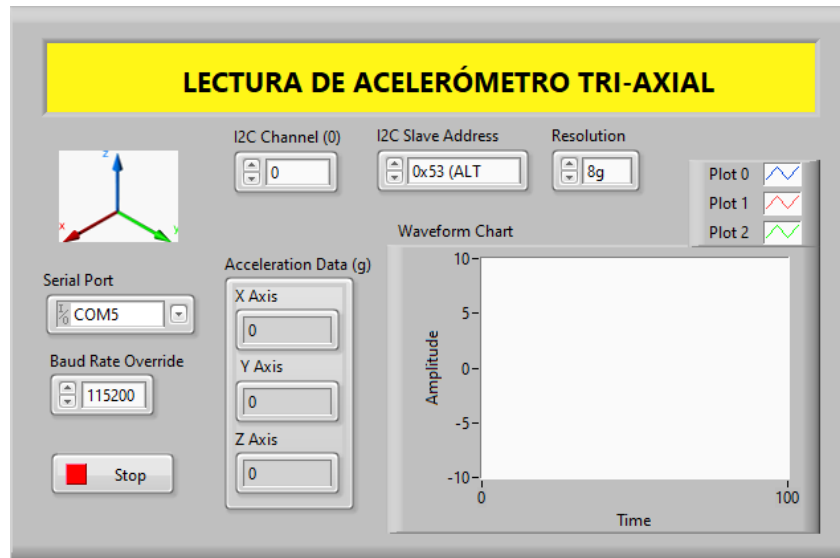

Figura 4.13. Ejemplo de interfaz en LabVIEW para lectura de las señales entregadas por el acelerómetro
- Diseñe una interfaz en *LabVIEW* que permita comunicarse con la placa *Arduino UNO* o *MEGA* usando las librerías *LINX*. En ella se debe visualizar la magnitud de la aceleración en los ejes X, Y y Z sensados por el acelerómetro. La Figura 4.13, muestra un ejemplo de una interfaz desarrollada en LabVIEW para generar esta aplicación.